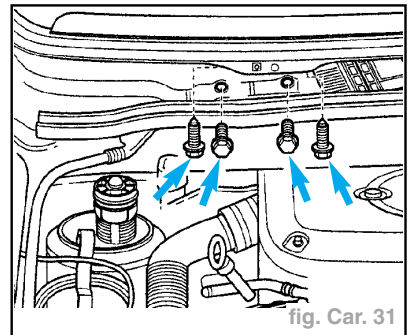

fig. Car. 31
- Dévisser entièrement les quatre vis (flèches) (fig. Car. 31).